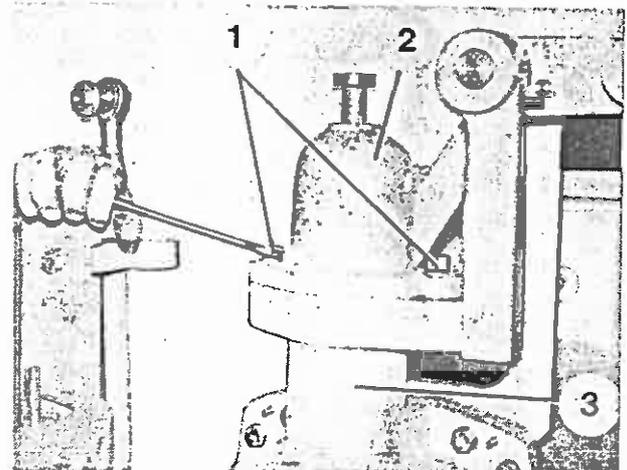

Bild 121.5
3. Sechskantmutter (Bild 121.5/1) lösen, Glocke (Bild 121.5/2) des Ausgleichkolbens verdrehen und aus dem Zwischengehäuse (Bild 121.5/3) herausziehen.